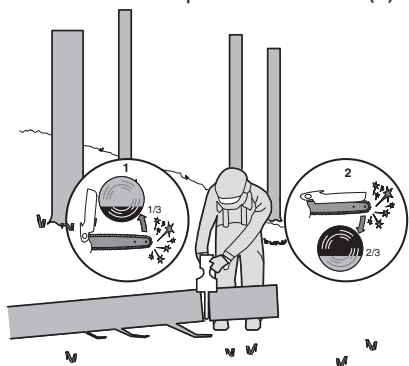

Figura. 3
Tronco apoyado en un extremo, Haga el primer corte del lado inferior del Tronco, atraviase 1/3 del diámetro del tronco (1). Este corte impedirá la producción de astillas en esta sección al completarse el corte (2). Figura. 3)